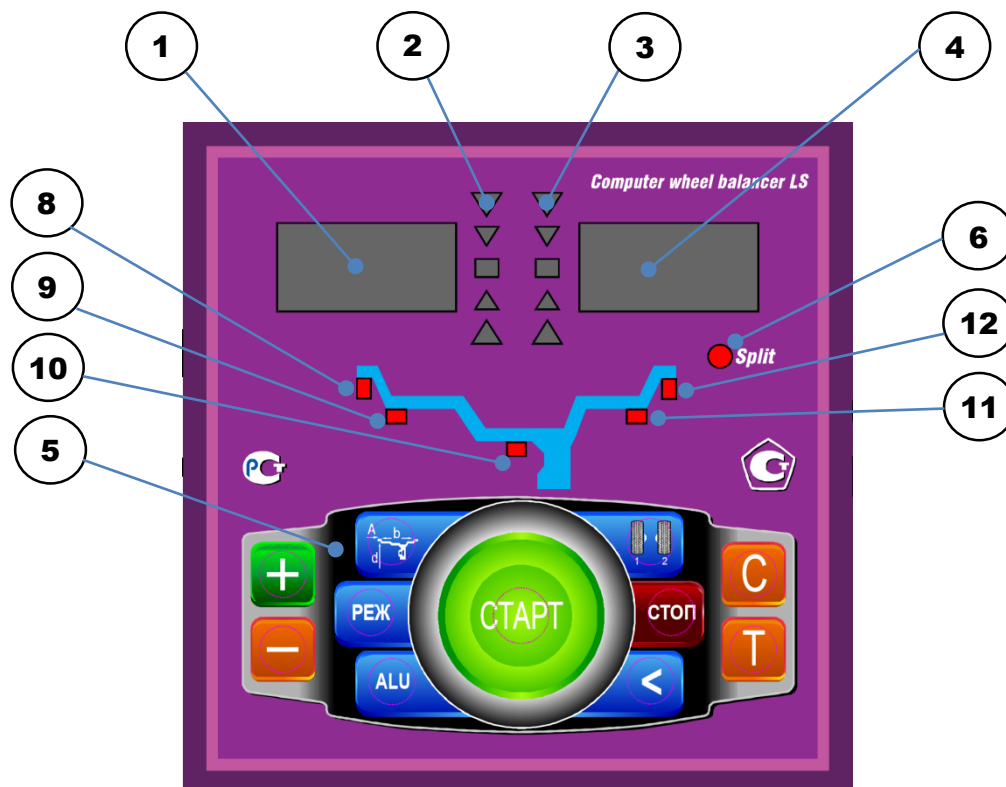

рис.8.1.
8.1. Общий вид лицевой панели показан на рис. 8.1.
При выдвигении штанги на индикаторах 1 (рис. 8.1) отображается значение параметра "А". Значение параметра "d" отображается на индикаторах 4.
Для ввода ширины нажмите кнопку "+" или "-" на индикаторах 1(рис.8.1) высветится "-b-", а на индикаторах 4 значение ширины диска. Через 2-3 сек после установки ширины индикаторы в режим отображения текущего дисбаланса.
Дважды нажать кнопку "A, d, b", после чего на индикаторах 1 (рис.8.1) загорается символ "A", а на индикаторах 4 исходная величина дистанции. Нажимая кнопки "-" и "+" установить на индикаторах 4 требуемую величину дистанции. Через 2-3 сек после установки дистанции показания на индикаторах 1 и 4 возвращаются к отображению текущего дисбаланса, а кнопки "-" и "+" возвращаются в режим ввода ширины обода.
11.1. Переключение схем ALU1-ALU5 осуществляется последовательным нажатием кнопки "ALU" при этом схема установки грузов отображается загоранием соответствующих светодиодов 8-12 (рис.8.1), кроме того, на индикаторах 1 отображаются символы ALU, а на индикаторах 4 номер 1-5. Через 2-3 сек. после установки требуемой программы ALU индикаторы 1-4 переходят в режим отображения дисбаланса.
12.3. Для входа в программу Split удерживайте кнопку РЕЖ, до того как загорится светодиод 6 (рис.8.1) и на индикаторах 1 загорятся символы "SPn", означающие, что необходимо ввести число спиц обода колеса, подлежащего балансировке. При этом на индикаторах 4 загорается цифра 5. Если число спиц колеса отличается от 5, кнопками "-" и "+" установить на индикаторах 4 фактическое число спиц колеса.
12.4. Запустите СБ. После остановки вала установите любую спицу обода колеса вертикально вверх (на 12 часов) и нажмите кнопку С. После чего, на индикаторе 1 и линейке 2 (рис.8.1) будут указаны величина и место установки корректирующего груза на внутренней плоскости.
осуществляется нажатием "A,d,b" на индикаторах 4 (рис.8.1) будут последовательно отображены, установленные в данный момент диаметр, ширина обода и дистанция.
14.1. При включении тумблера питания СБ на индикаторах 1 (рис. 8.1) высвечивается трёхзначное число -номер версии программного обеспечения. Через 2-3 сек на индикаторах 1 и 4 должны загореться нули, кроме того должны загореться светодиоды 8 и 12, что свидетельствует о включении режима стандартной балансировки с установкой на обеих плоскостях коррекции грузиков на пружинках. На линейках 2 и 3 (рис. 8.1) должны загореться центральные светодиоды.
14.2. При включении СБ программа измерения дисбаланса настраивается таким образом, что дисбаланс менее 8 г (заводская установка для легкового режима) на любой плоскости коррекции не показывается, в этом случае на индикаторах 1 и 4 (рис. 8.1) высвечиваются "0". Минимальный дисбаланс отображающийся на индикаторах 1 и 4 равен 8г. Дисбаланс, превышающий 8г, округляется до величины кратной 5, т. е. дисбаланс 9, 10, 11 и 12 г отображается цифрой 10, дисбаланс 13, 14,15, 16 и 17 г - цифрой 15 и т. д. Для просмотра неокруглённого значения дисбаланса или дисбаланса менее 8г. необходимо нажать кнопку "<", при этом на индикаторах 1 и 4 на 2-3 сек высвечиваются фактические значения дисбаланса, определённые в данном запуске.